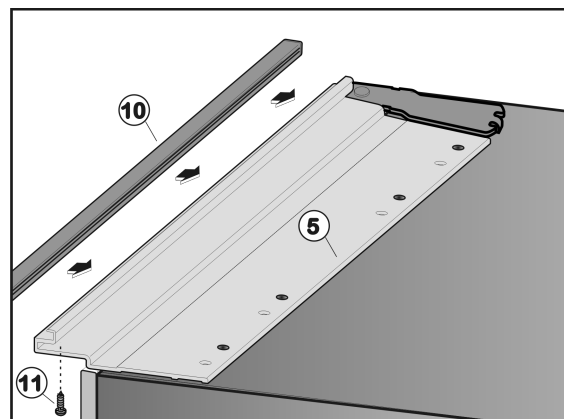

Fig. 32
- Coloque la regleta terminal Fig. 32 (10) sobre el perfil de montaje Fig. 32 (5) y alinéela de tal forma que los agujeros de la regleta terminal y del perfil de montaje se encuentren superpuestos.
- Atornille la regleta terminal Fig. 32 (10) desde abajo con los tres tornillos Fig. 32 (11) en el perfil de montaje Fig. 32 (5).